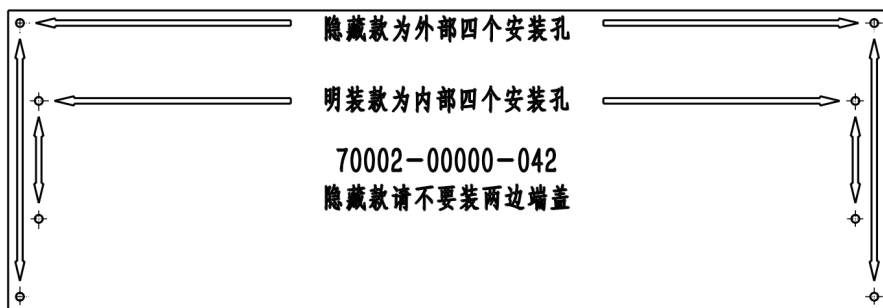

图4
- 3、将安装板粘贴在指定区域的天花板上，并根据安装纸板上的 4 个安装孔，用记号笔依次记好位置，如图 4 所示。